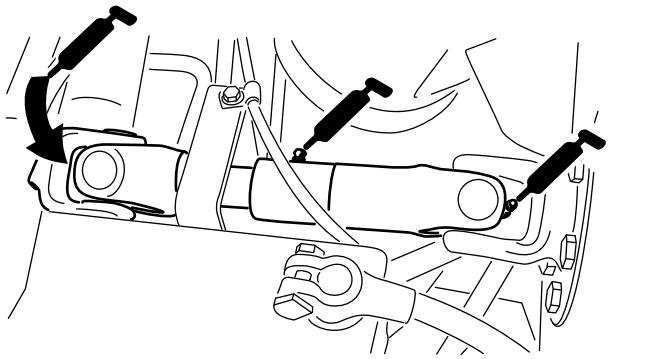

Рисунок 29
- Крестовина карданного вала насоса (3 шт.) — Рисунок 29